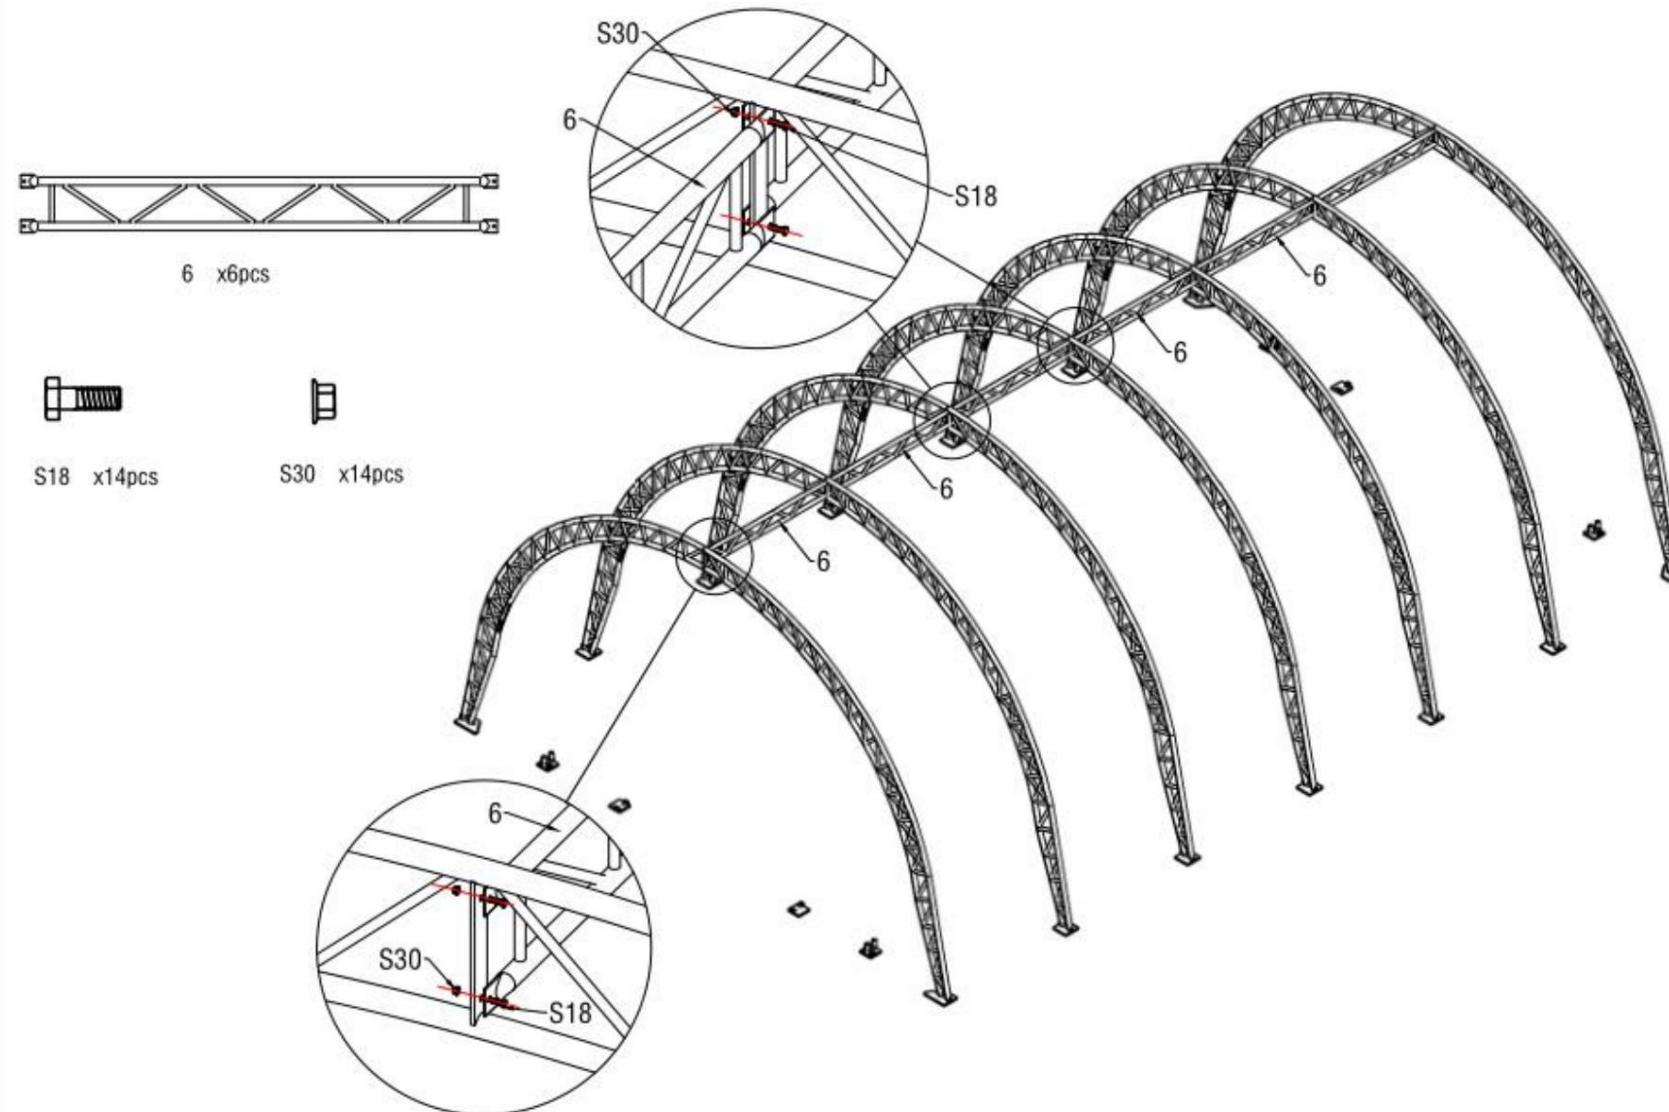
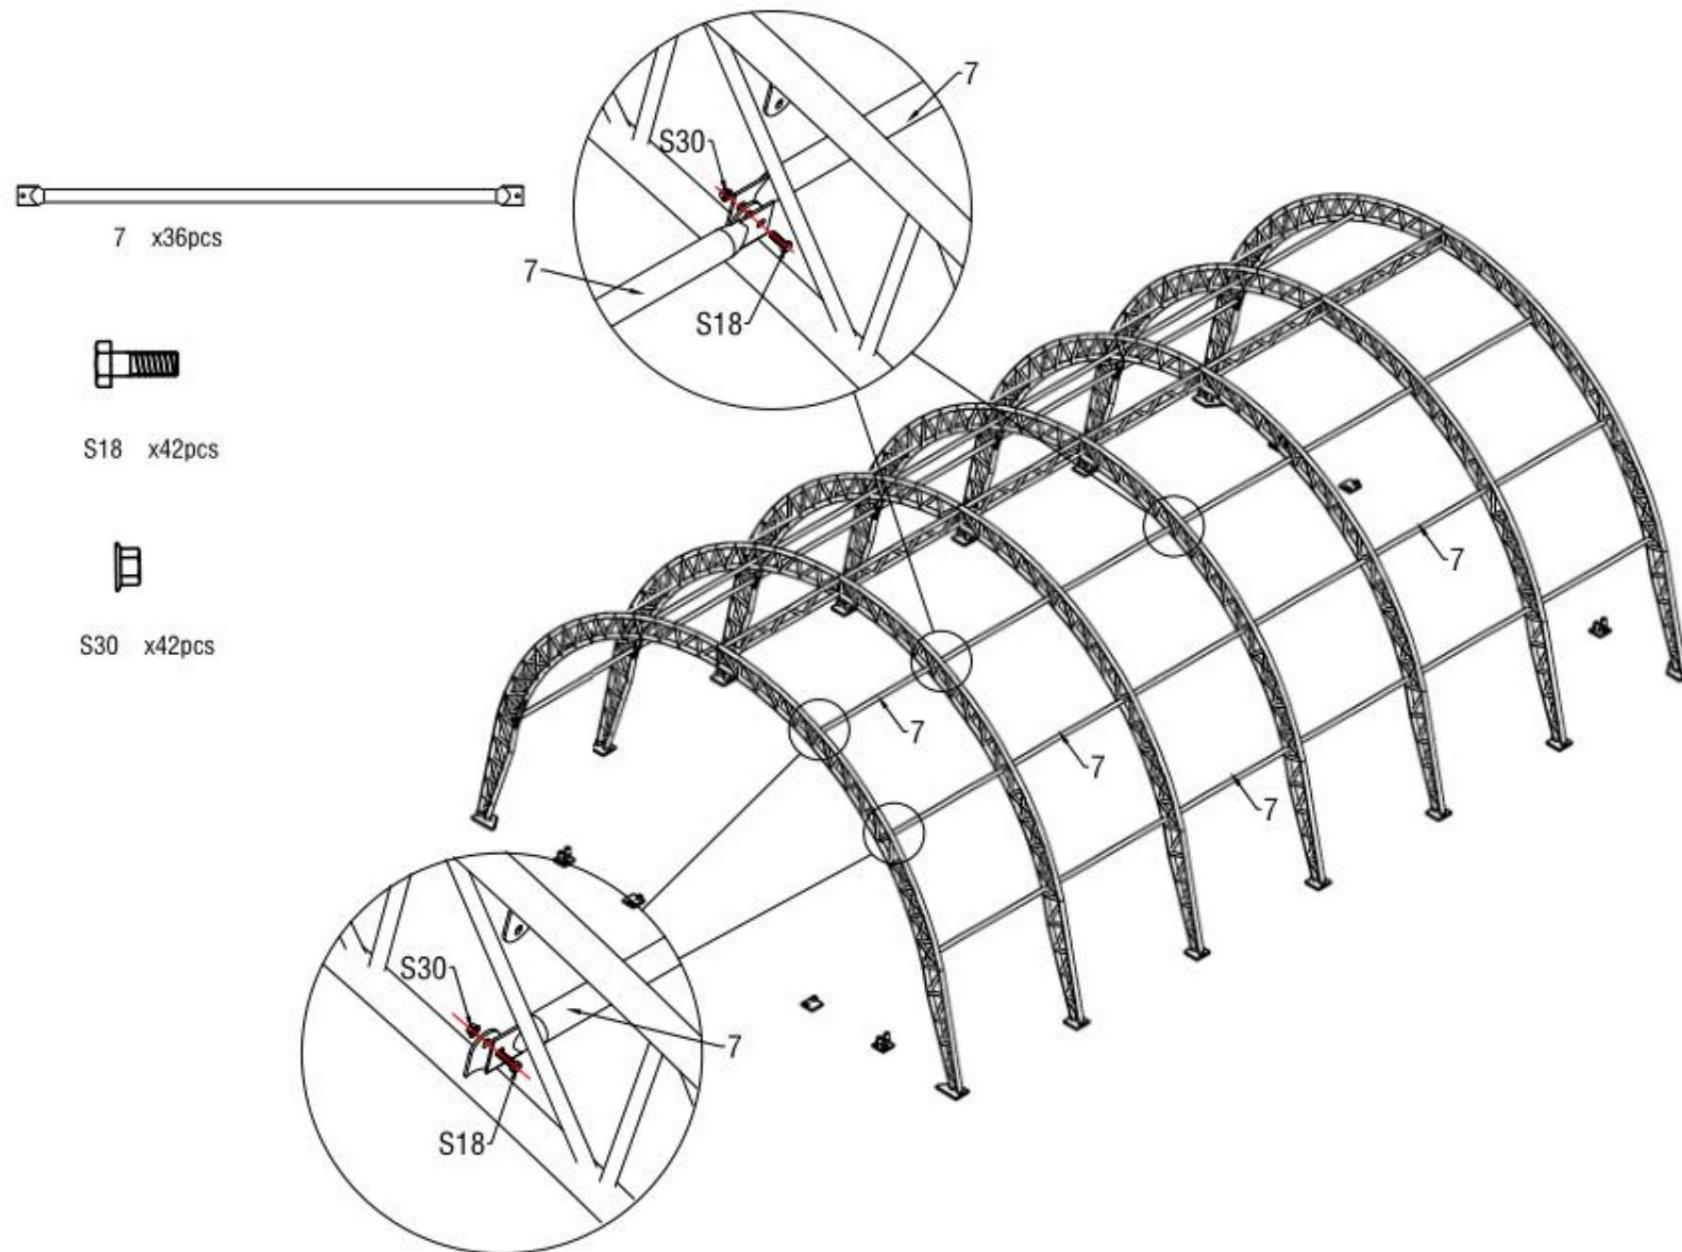

Figure 7
Figure 8
4. La figure 7 ci-dessus illustre l'installation des arches dans les platines. Assemblez-les à l'aide de pannes à double treillis (n° 6) à l'aide de vis M10x30 (n° S18). Assemblez ensuite les arches à l'aide de pannes (n° 7) à l'aide de vis M10x30 (n° 18). Fixez ensuite les autres pannes. Le cadre tendu est terminé comme illustré ci-dessous (figure 8).
5. Fixez les clips (n° 10) sur les pannes (n° 7) et installez le tube de support diagonal pour panne (n° 8) sur les clips, comme illustré à la figure 8. Connectez le tube de support diagonal pour panne (n° 8) entre le cadre de l'arche et la panne (n° 7) à l'aide de vis M10x30 (n° S18) et M10x50 (n° S17) avec une rondelle plate M10 (n° 25).